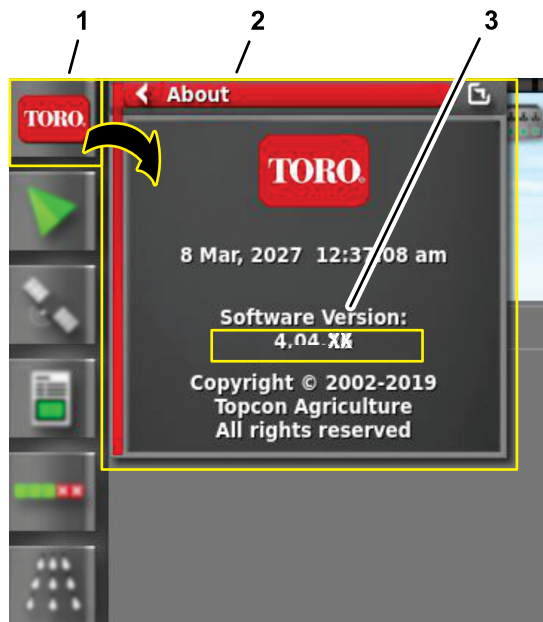

Figure 13
2. Appuyez sur l'icône À PROPOS (Toro) en haut à gauche de la console de commande (Figure 13).